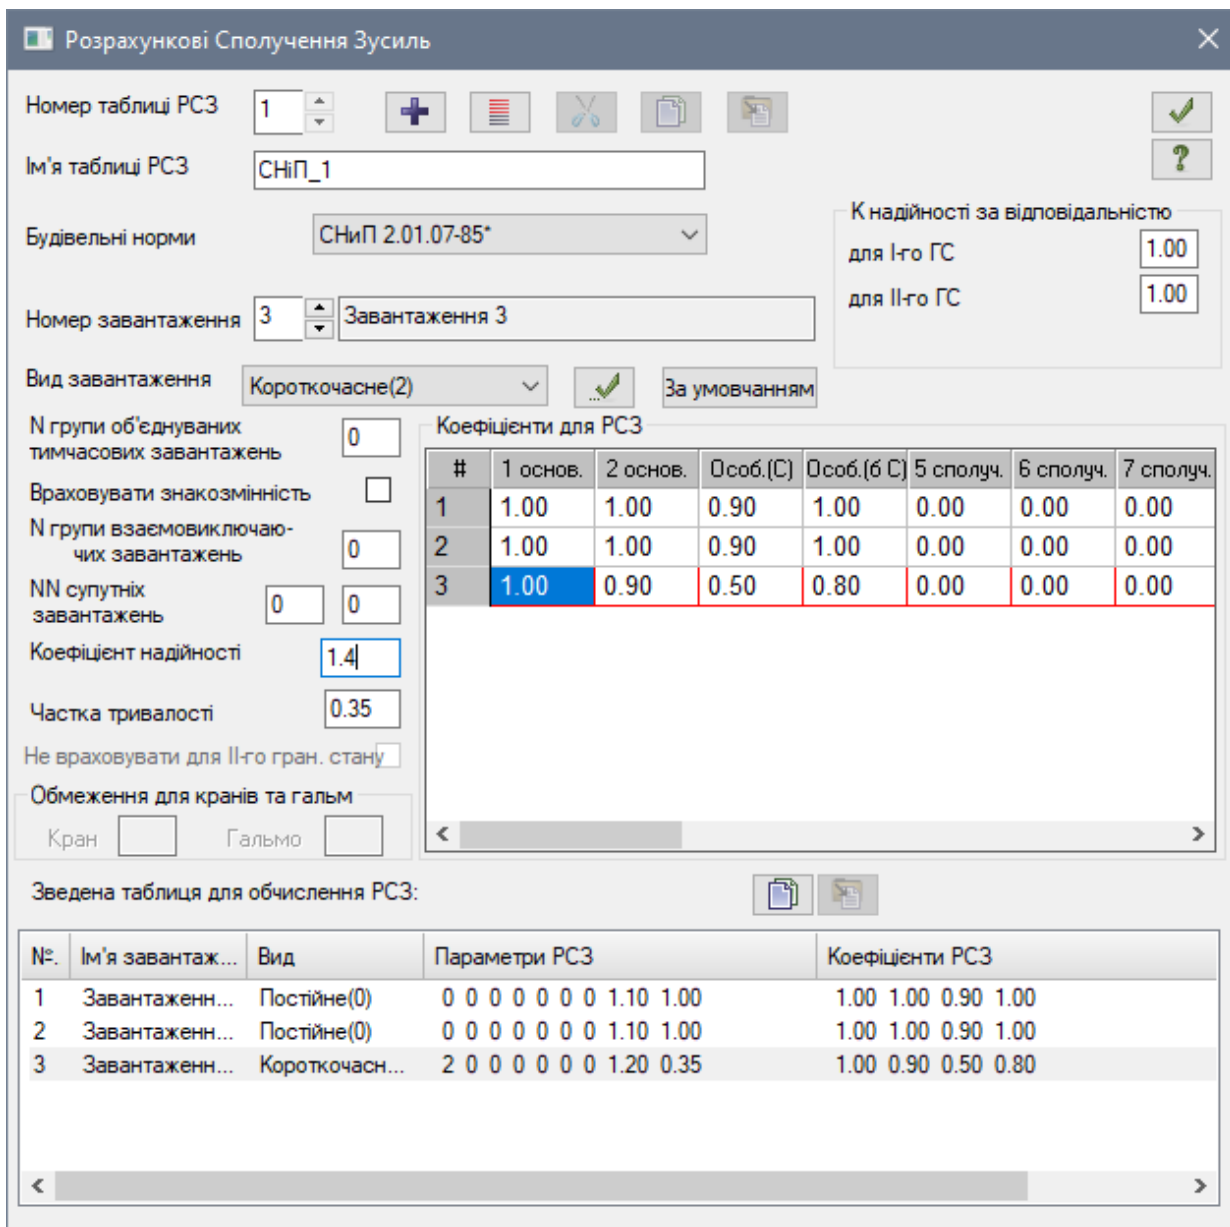

Рис. 11.22. Діалогове вікно Розрахункові сполучення зусиль
- Натиснувши на кнопку  – Таблиця РСЗ (панель РСЗ на вкладці Розрахунок) відкрийте діалогове вікно **Розрахункові сполучення зусиль** (рис. 11.22).